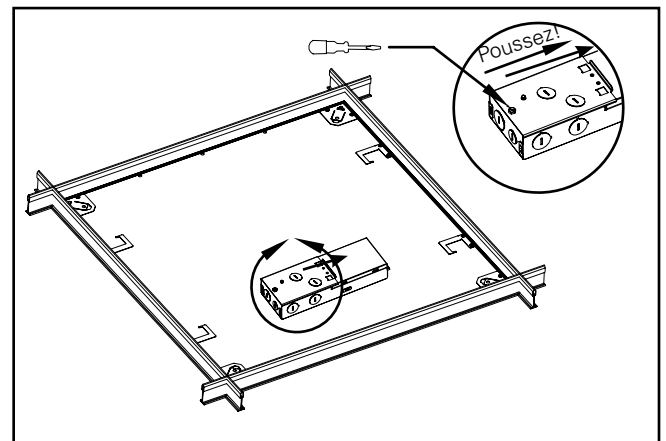

Figure 6.
8. Mettez tous les fils et capuchons de connexion dans la boîte de jonction du luminaire, réinstallez la plaque d'accès au système électrique puis enclenchez fermement en place (Fig. 6).